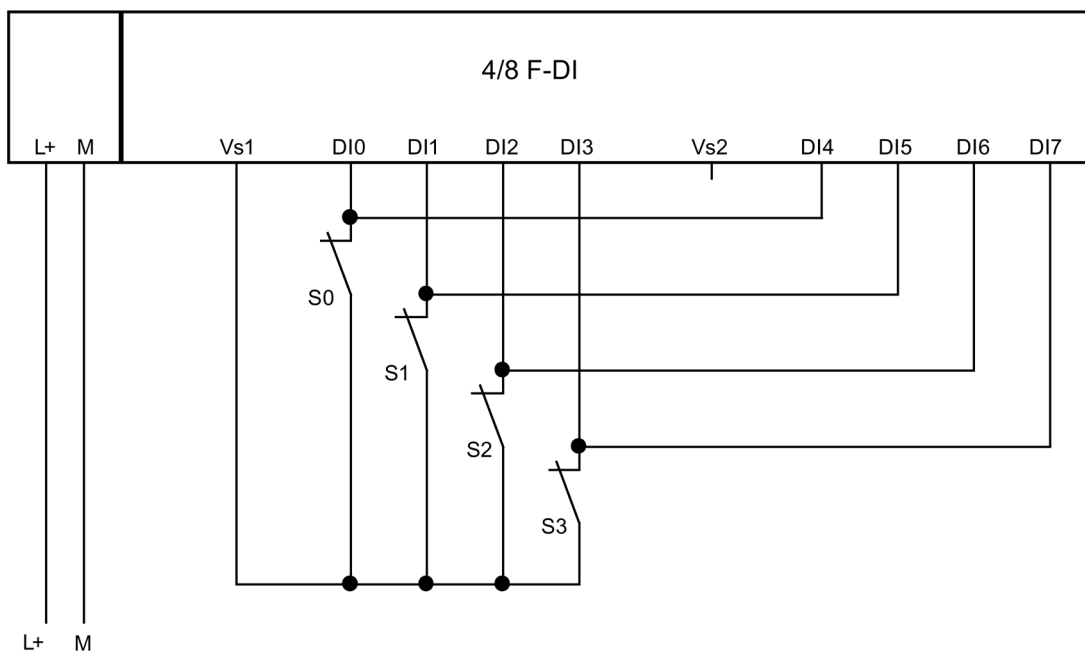
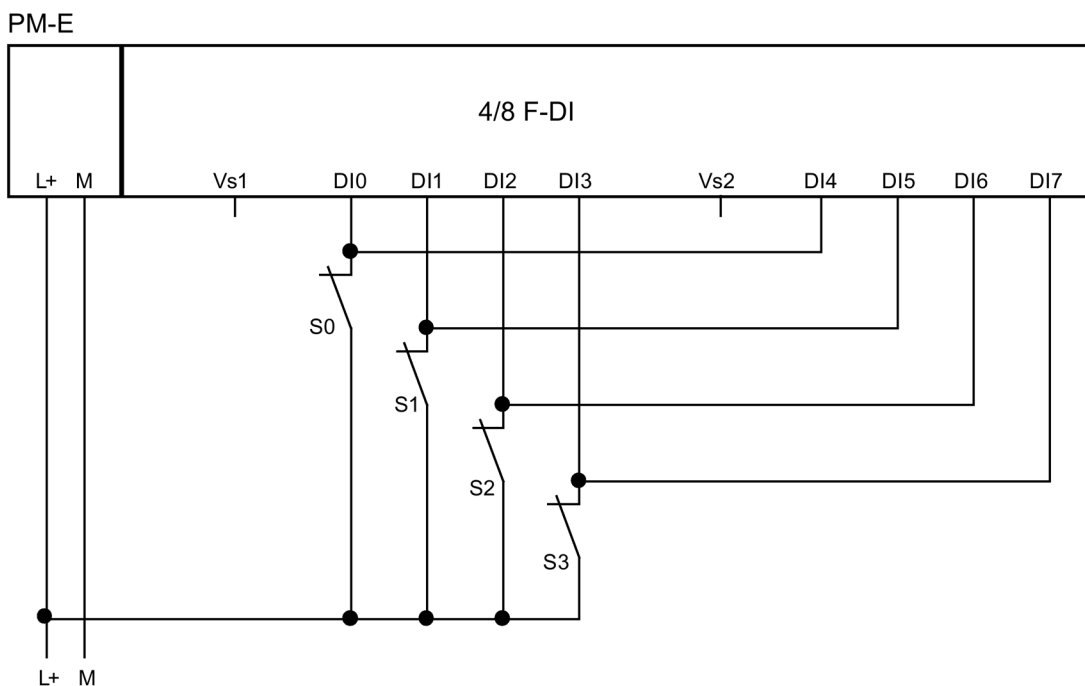

图 7-21 EM 4/8 F-DI DC24V 的接线图 — 通过一个通道将一个传感器连接至两个输入，内部传感器馈电
图 7-22 EM 4/8 F-DI DC24V 的接线图 — 通过一个通道将一个传感器连接至两个输入，外部传感器馈电
- 应用 2.1, 请参见图 7-21 EM 4/8 F-DI DC24V 的接线图 — 通过一个通道将一个传感器连接至两个输入, 内部传感器馈电 (页 145) 和图 7-22 EM 4/8 F-DI DC24V 的接线图 — 通过一个通道将一个传感器连接至两个输入, 外部传感器馈电 (页 146)